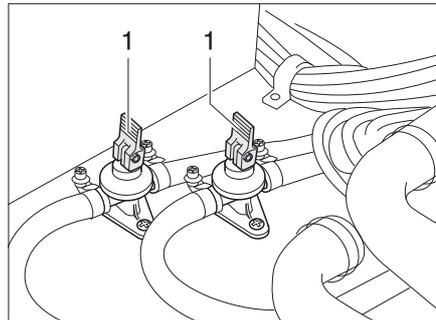

Fig. 120 Robinets de vidange
- Fermer les robinets de vidange. Placer les leviers à bascule (Fig. 120,1) en position horizontale.
- Ouvrir les robinets de vidange (Fig. 120). Pour cela, placer les leviers à bascule (Fig. 120,1) en position verticale. Le chauffe-eau est vidé à l'extérieur par le biais des robinets de vidange.